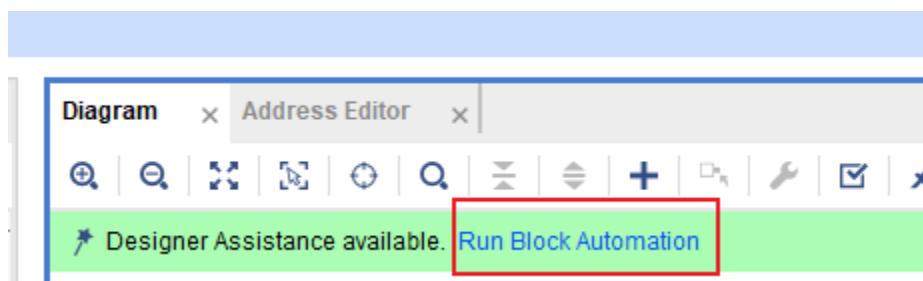
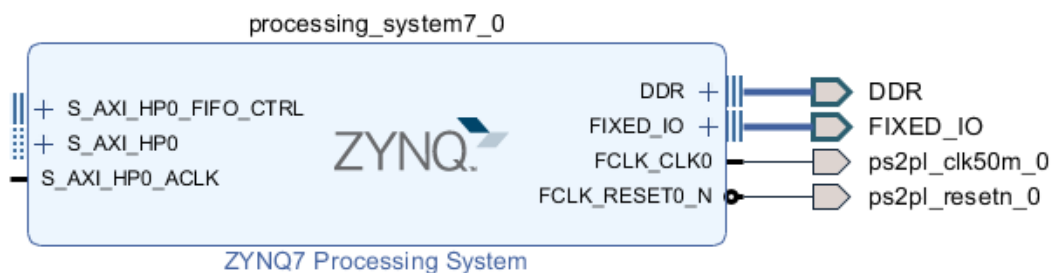

图 1-20 Run Block Automation
图 1-21 导出端口
- 2) 依据步骤 1，导出 ZYNQ 核的 FCLK\_CLK0 接口并重命名为 ps2pl\_clk50m\_0。随后如图 1-20 所示点击上方的 Run Block Automation 导出 DDR 以及 FIXED IO，这一部分是 PS 的相关引脚，导出即可。最终 zynq 核如图 1-21 所示：